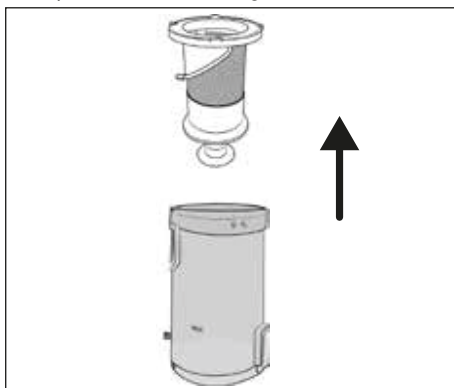

Fig. 21
- 4) Rimuovere il filtro in acciaio inox **6** dal contenitore della polvere **7** afferrando l'apertura del filtro in acciaio inox **6** e tirandolo fuori dal contenitore della polvere **7** (vedere fig. 21).